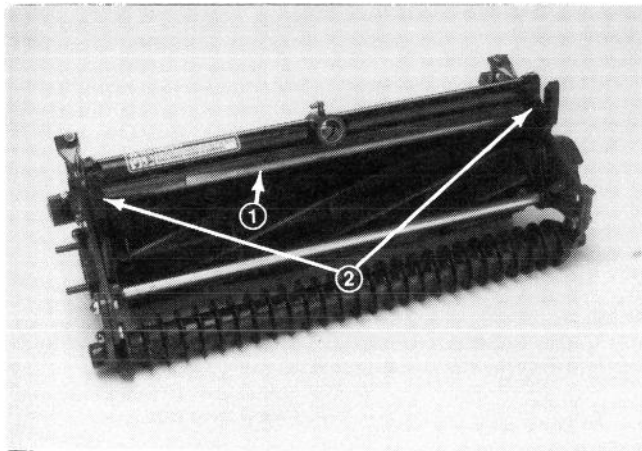

Figura 15
1. Poner la unidad de corte en la posición de corte normal (Figura 15).
2. Aflojar los tornillos de cabeza curvada y tuercas que fijan el protector a cada una de las placas laterales, poner el protector a la altura deseada y apretar los aseguradores (Figura 15).